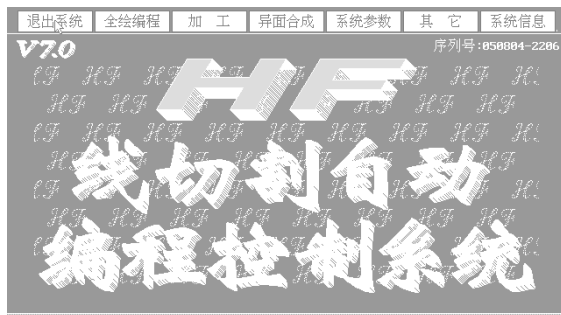

图 6-3 初始界面
(1) 打开线切割系统软件,进入初始界面,单击“加工”,如图 6-3 所示。